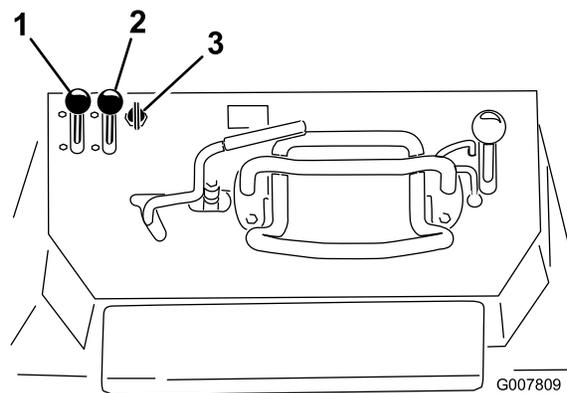

Рисунок 19
1. Установите рычаг дроссельной заслонки посередине между положениями Slow («Медленно») и Fast («Быстро») (Рисунок 19).
2. Переведите рычаг воздушной заслонки (подсос) в положение On («Вкл.») (Рисунок 19).
- На моделях с электрическим запуском поверните ключ в положение On («Вкл.») (Рисунок 19). Когда двигатель запущен, отпустите ключ.
4. Переместите рычаг воздушной заслонки в положение Off («Закрыто») (Рисунок 19). Если двигатель глохнет или работает с перебоями, снова откройте воздушную заслонку для прогрева двигателя.
5. Установите рычаг дроссельной заслонки в нужное положение (Рисунок 19).
1. Переведите рычаг дроссельной заслонки в положение Slow («Медленно») (Рисунок 19).
3. Поверните ключ в замке зажигания в положение Off («Выкл.») (Рисунок 19).